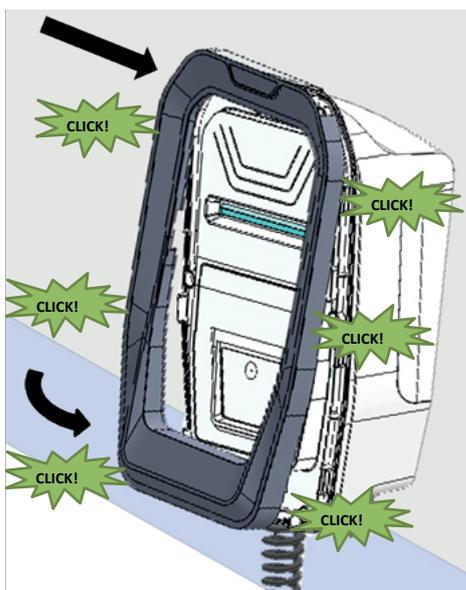

Figura 22: Cierre del equipo, Paso 2.
2.- Ponga el embellecedor, desde la parte superior a la parte inferior de la caja, asegurándose de que haga clic en los seis puntos que se muestran en la **Figura 22**.